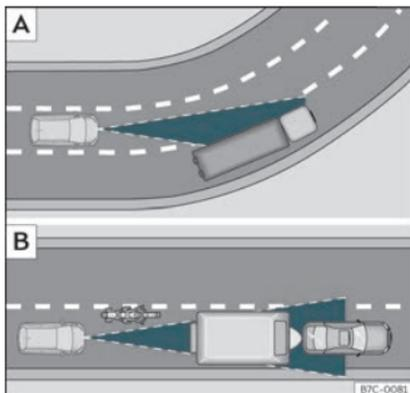

Fig. 164 [A] Véhicule à l'abord d'un virage. [B] Motocycliste circulant à l'avant hors du rayon d'action du capteur radar.
L'ACC pourrait ne pas détecter dans un virage le véhicule précédent, ou pourrait régler la distance par rapport à des véhicules qui se trouvent sur d'autres voie » » **fig. 164** [A].
- Véhicules circulant de manière non alignée ou en dehors de la zone de détection du capteur, par exemple, des motos. » » **fig. 164** [B]